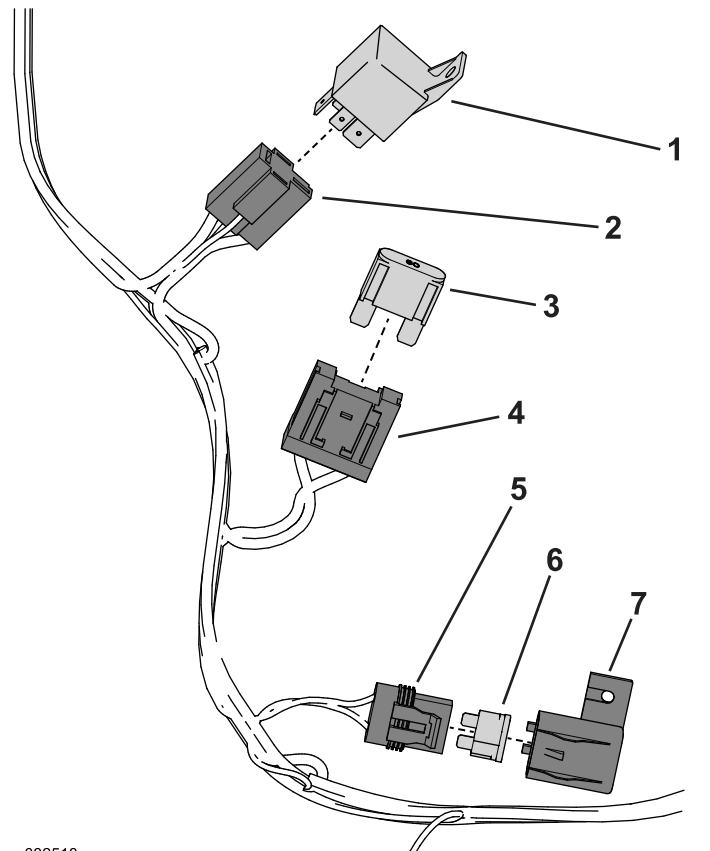

Figura 37
1. Ensamble los componentes siguientes al arnés de cables (Figura 37).
2. Instale el relé en el conector del relé (Figura 37).
3. Instale el fusible (60 A) en el portafusible (Figura 37).
4. Instale el fusible (10 A) en el portafusible y sujételo con la tapa del portafusible (Figura 37).